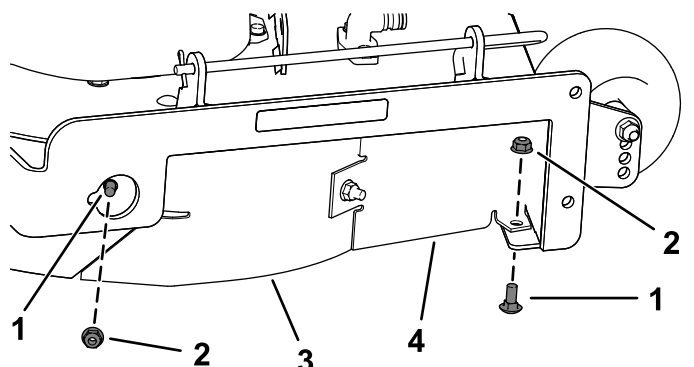

Figura 14
7. Rimuovete i 2 bulloni a testa tonda (5/16" x 3/4") e i 2 dadi di bloccaggio (5/16") che fissano il deflettore destro e la protezione del deflettore assemblati sul piatto di taglio (**Figura 14**).